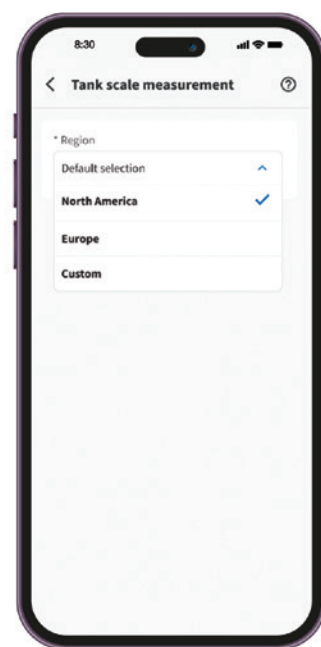

Fig. 12
- Apri l'app Napoleon® Home e vai alla sezione Bilancia bombola (**Fig. 12**).